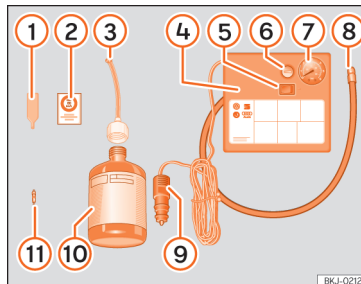

Fig. 33 Rappresentazione standard: contenuto del kit per la riparazione degli pneumatici.
Il kit per la riparazione degli pneumatici si trova nel sottofondo del bagagliaio. Include i seguenti componenti »» fig. 33:
• Svitare il cappuccio e l'elemento di tenuta della valvola del pneumatico. Utilizzare l'apparato » fig. 33 ① per estrarre l'elemento di tenuta. Collocarlo su una superficie pulita.
- Agitare vigorosamente la bomboletta del sigillante per pneumatici » fig. 33 ⑩.
- Avvitare il tubo di gonfiaggio » fig. 33 ③ alla bomboletta del sigillante. La piombatura della bomboletta si rompe automaticamente.
- Rimuovere il tappo del tubo di riempimento » fig. 33 ③ e avvitare l'estremità aperta dal tubo alla valvola dello pneumatico.
- Ricollocare l'elemento di tenuta con l'apparato » fig. 33 ① nella valvola del pneumatico.
- Avvitare il tubo di gonfiaggio dello pneumatico del compressore » fig. 33 ⑧ nella valvola dello pneumatico.
- Verificare che la vite di sfianto dell'aria sia chiusa » fig. 33 ⑥.
- Collegare il connettore » fig. 33 ⑨ a una presa elettrica a 12 V del veicolo » pag. 163.
- Collegare il compressore ad aria con l'interruttore ON/OFF » fig. 33 ⑤.
- Incollare l'adesivo » fig. 33 ② sul quadro strumenti, all'interno del campo visivo del conducente.
Riavvitare il tubo di gonfiaggio »» fig. 33 ⑤ e controllare la pressione con il manometro ⑥.